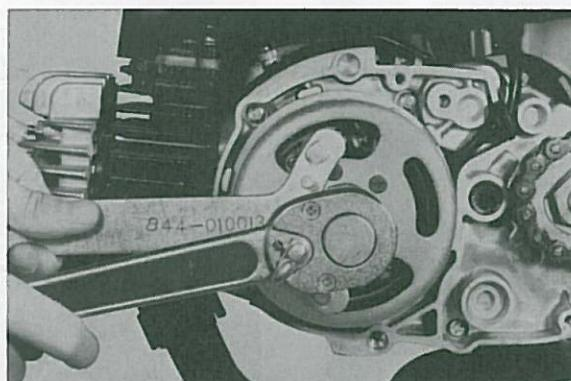

Fig. 3-1-7
13. Remove case cover (L).
15. Remove flywheel securing nut using magnet holder. Note the position and direction of the washers. (Fig. 3-1-7)
15. Enlever l'écrou de fixation du volant en se servant de la clé de maintien du volant. Noter la position et l'orientation des rondelles. (Fig. 3-1-7)
15. Schwungrad-Befestigungsmutter mittels Magnethalter abnehmen; Position und Richtung der Unterlegescheiben notieren. (Fig. 3-1-7)